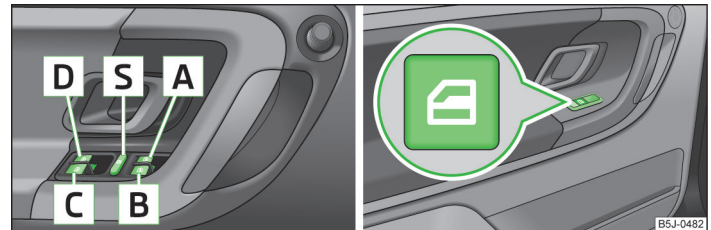

Abb. 20 Tasten in der Fahrertür / in den hinteren Türen
- Werden auf den Rücksitzen Kinder befördert, wird empfohlen, die elektrischen Fensterheber der hinteren Türen außer Funktion zu setzen (Sicherheitsschalter  » Abb. 20 auf Seite 40.
Tasten der Fensterheber » Abb. 20.
Durch Drücken des Sicherheitsschalters  » Abb. 20 können die Tasten der Fensterheber in den hinteren Türen außer Funktion gesetzt werden. Durch wiederholtes Drücken des Sicherheitsschalters  sind die Tasten der Fensterheber in den hinteren Türen wieder funktionsfähig.
- Die Taste  in der Öffnungsstellung halten » Abb. 20 auf Seite 40.
- Die Taste  in der Schließstellung halten » Abb. 20 auf Seite 40.